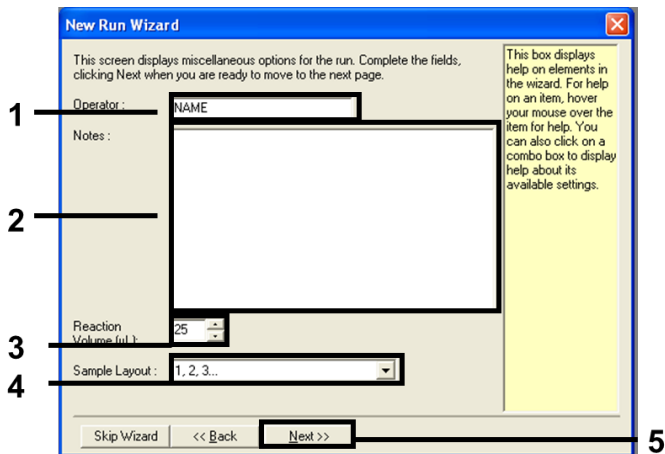

Figura 2. Inserindo o nome do operador e os volumes da reação.
- Insira o nome do operador no campo Operator (Operador). Adicione quaisquer notas e defina o valor no campo Reaction Volume (Volume de reação) para 25. Certifique-se de que os valores no campo Sample Layout (Disposição das amostras) sejam 1, 2, 3.... Clique em Next (Avançar) (Figura 2).